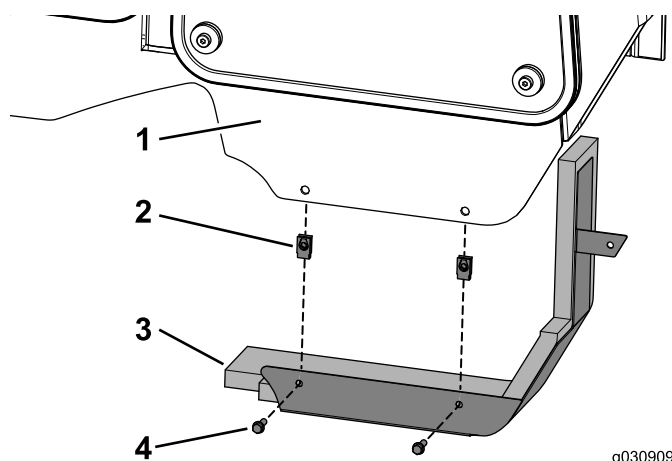

Figure 29
1. Montez les 2 écrous à clip sur le cadre de la cabine (Figure 29).
2. Fixez le panneau à la cabine à l'aide des 2 boulons (1/4 x 3/4 po), comme montré à la Figure 29.